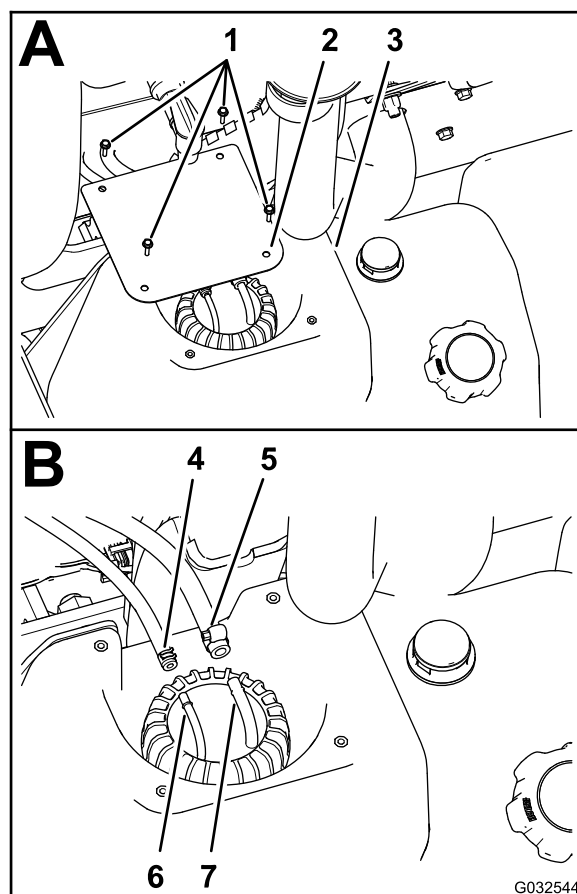

Рисунок 78
2. На топливном баке выверните 4 винта (№ 10 x ¾ дюйма), которые крепят крышку к верхней части топливного бака, и снимите крышку (Рисунок 78А).
3. Ослабьте хомуты крепления 2 топливных шлангов к 2 шланговым штуцерам в верхней части узла вертикальной трубы (Рисунок 78В).
4. Отсоедините 2 шланга от шланговых штуцеров и дайте топливу стечь из шлангов в утвержденную к применению топливную емкость (Рисунок 78В).
4. Подсоедините топливный шланг диам. 6,4 мм к шланговому штуцеру 6,4 мм и закрепите шланг на штуцеру с помощью шлангового хомута (Рисунок 78В).
5. Подсоедините топливный шланг диам. 8 мм к шланговому штуцеру 8 мм и закрепите шланг на штуцеру с помощью шлангового хомута (Рисунок 78В).
6. Установите крышку на бак (Рисунок 78А), закрепив ее с помощью 4 винтов (№ 10 x ¾ дюйма), снятых при выполнении пункта 2 раздела Удаление топливного фильтра из бака (страница 70).